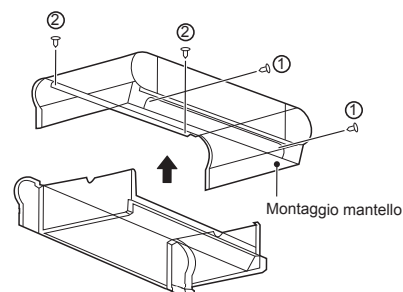

Figura 4-6 Rimozione del mantello
- Come illustrato in Figura 4-6, rimuovere le viti ① *2 e ② *2, quindi l'involucro.